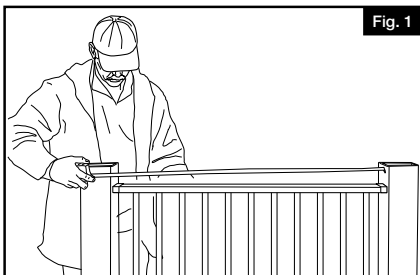

Fig. 1
1. Measure the distance between the inside face of each post (Fig. 1). Subtract 1 inch from each end (2" total) to allow for clearance of Excalibur brackets, and measure and cut the Transform Top Rail Adapter to this length.
1. Mesurer la distance entre la face intérieure de chaque poteau (Fig. 1). Soustraire 1 po (25 mm) de chaque extrémité, soit 2 po (50 mm) en tout, pour laisser un espace de dégagement suffisant pour les supports Excalibur. Puis, mesurer et couper l'adaptateur de main courante Transform à cette longueur.
1. Mida la distancia entre la cara interior de cada poste (Fig. 1). Reste 2.5 cm (1 pulgada) de cada extremo (para un total de 5 cm o 2") para dejar espacio para los soportes Excalibur, y mida y corte el adaptador para travesaño superior Transform a esta longitud.